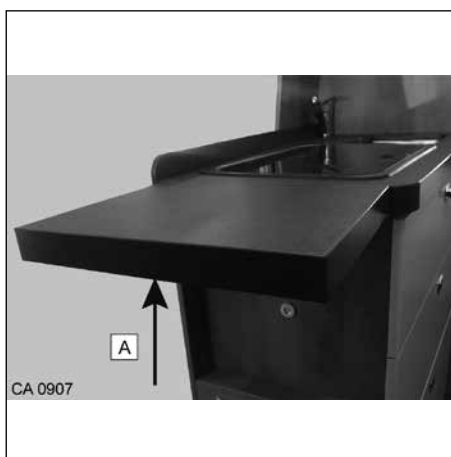

Fig. 35 Förlängning av arbetsskivan
- Tryck in listen (Fig. 35, pos. A). Sväng förlängningen nedåt.